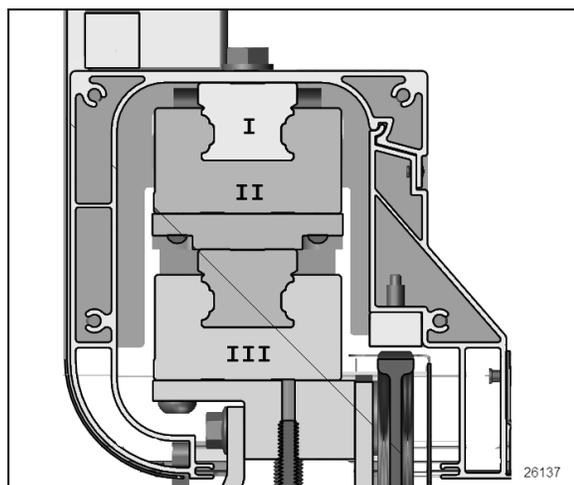

FIGURE 58 PALIERS LINÉAIRES
Se référer de la Figure 53 à Figure 58 ci-dessus pour les descriptions qui suivent.
La rallonge coulissante est déplacée vers l'intérieur et l'extérieur sur une paire de paliers linéaires empilés (Figure 58, Items I and III). La puissance pour le déplacement provient de deux moteurs électriques synchronisés (C) orientés horizontalement sous chaque assemblage de palier linéaire. Le moteur entraîne un réducteur de vitesse à angle droit (D).
Les assemblages des paliers et des rails de la rallonge sont en paires superposés (Figure 58). La structure de la rallonge coulissante est attachée au rail supérieur (I). Le palier supérieur est attaché au rail inférieur (II). Le palier inférieur est attaché à la structure du véhicule (II).